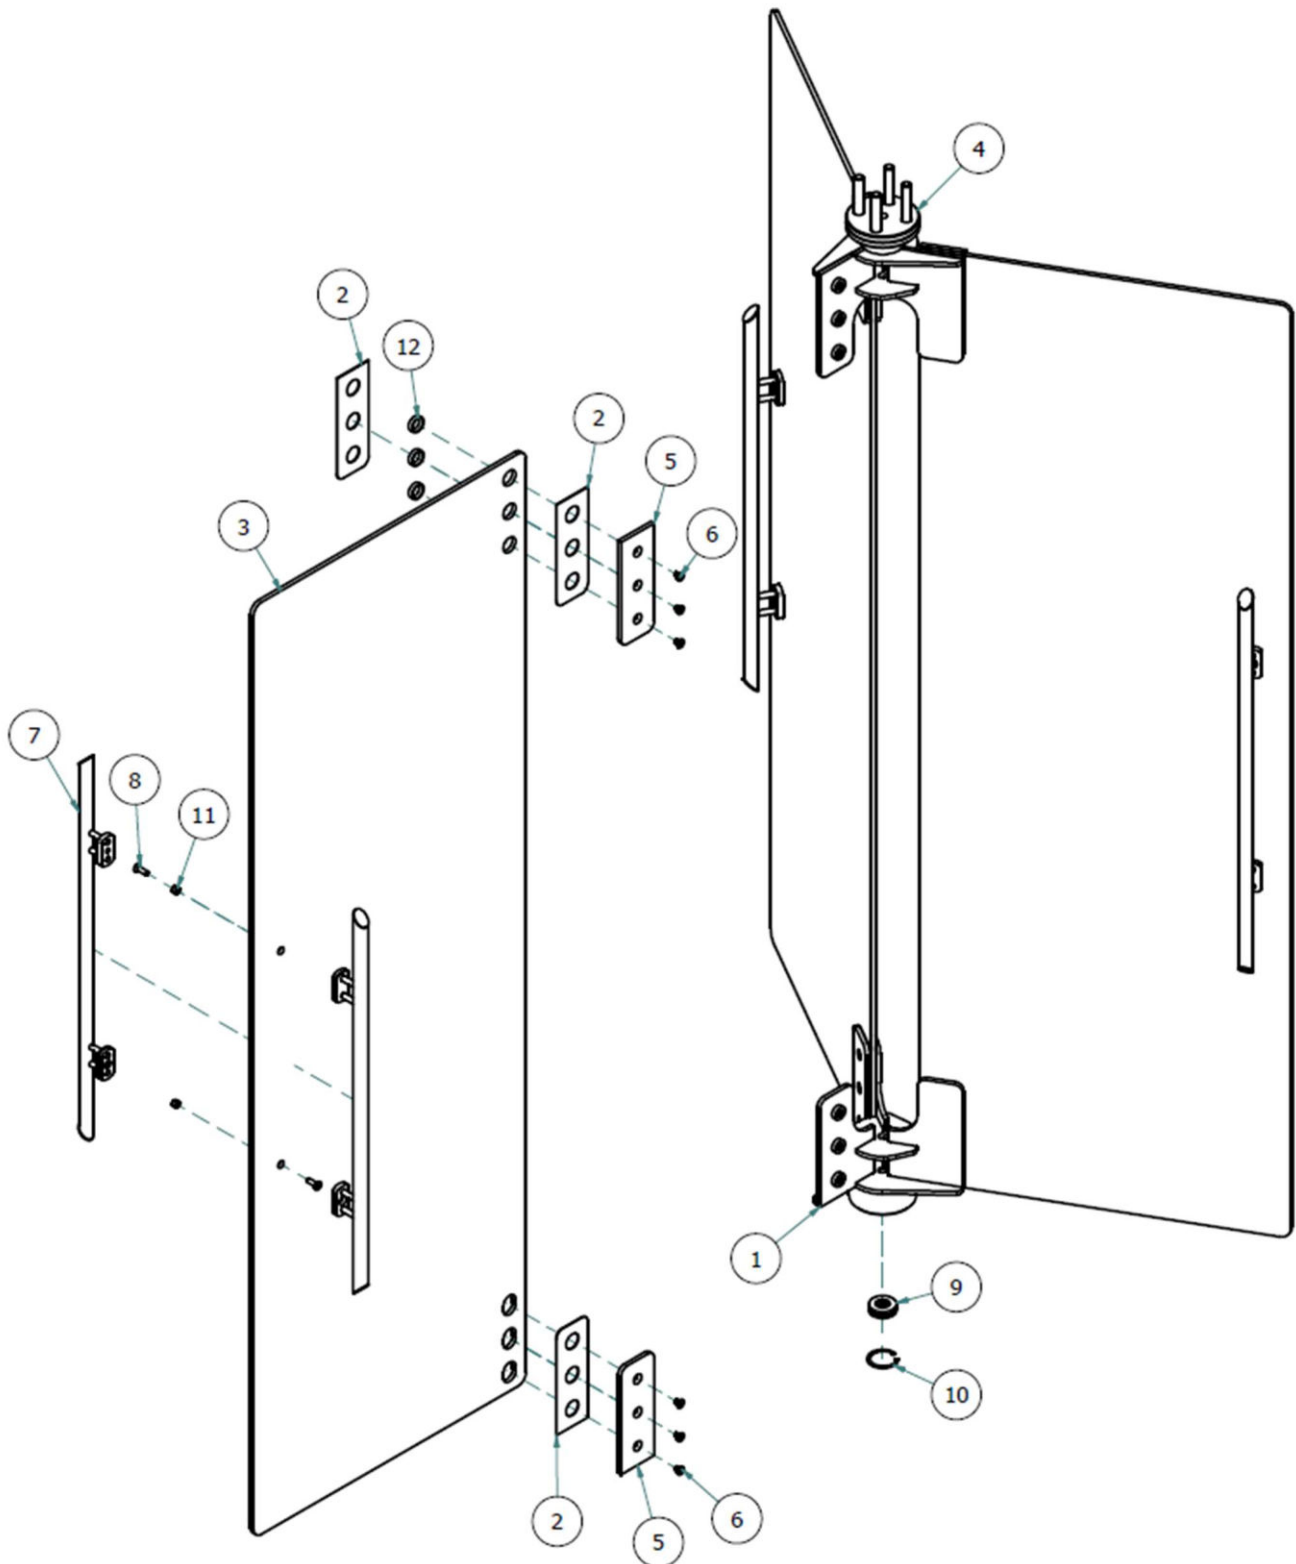

Abbildung 18: Vollständige Rotorbaugruppe
- 5.26. Die obige Tabelle und Abbildung Abbildung 18 beziehen sich auf die vollständige Baugruppe, die für den Rotor erforderlich ist.